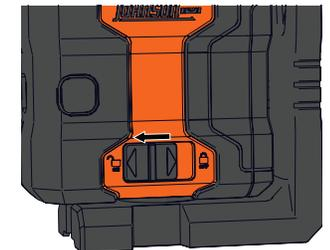

Figure 5 / Figure 5 / Figura 5
1. Slide the locking compensator/power switch to the left to the unlocked (ON) position to power on the unit. **NOTE: The unit must be within ±4° of level for the self-leveling feature to function properly. If the unit is beyond its 4° self-leveling range, the laser will not self-level, the laser will flash, and the level indicator status light will flash red.**
2. Slide the locking compensator to the right to the locked (OFF) position to power off the unit. See figure 5.
1. Faites glisser le compensateur de verrouillage / interrupteur d'alimentation vers la gauche jusqu'à la position déverrouillée (ON) pour allumer l'appareil. **REMARQUE : L'appareil doit se trouver à $\pm 4^\circ$ de niveau pour que la fonction d'auto-nivellement fonctionne correctement. Si l'appareil est au-delà de sa plage d'auto-nivellement de 4° , le laser ne s'auto-nivellera pas, le laser clignotera et le voyant d'état de l'indicateur de niveau clignotera en rouge.**
2. Faites glisser le compensateur de verrouillage vers la droite jusqu'à la position déverrouillée (OFF) pour éteindre l'appareil. Voir figure 5.